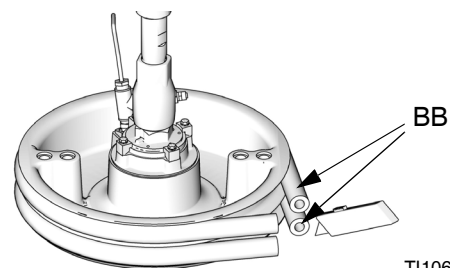

FIG. 41
2. Se estiver a utilizar um sistema ecológico, desligue o interruptor de desativação (T).
3. Para substituir escovas gastas ou danificadas (BB) eleve a base para fora do tambor. Remova o tambor da respetiva base. Limpe o fluido da base.
4. Corte as escovas (BB) com a faca e retire-as da base. Consulte a FIG. 41.